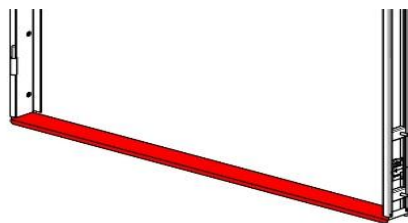

Abbildung 1.
4. Entfernen Sie den temporären Schwellenwert (Abbildung 1).